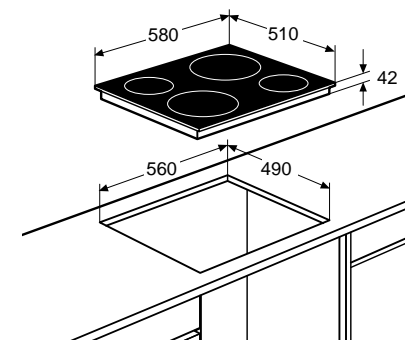

Abb. 5
- Die Sägemeiße (560 x 490 mm) auf die Arbeitsplatte übertragen (siehe Abb. 5).